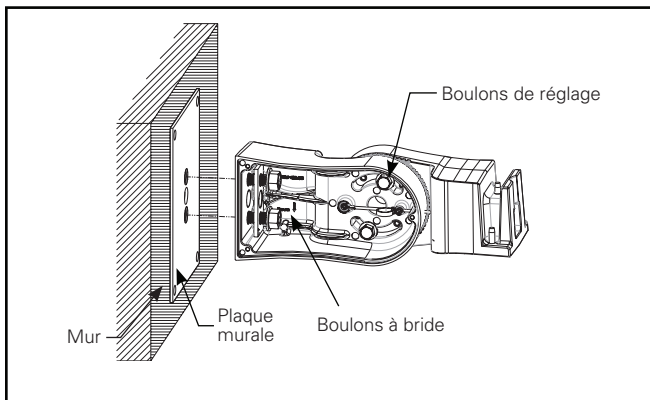

Figure 10.
2. Installez la plaque murale sur l'assemblage du bras de montage à travers le bras à l'aide des deux fixations à bride fournies. Serrez les fixations à la main pour vous assurer que le bras de montage est aligné avant le serrage final. Serrez les deux boulons à bride à un couple de 54 Nm (40 pi-lb) (figure 10).